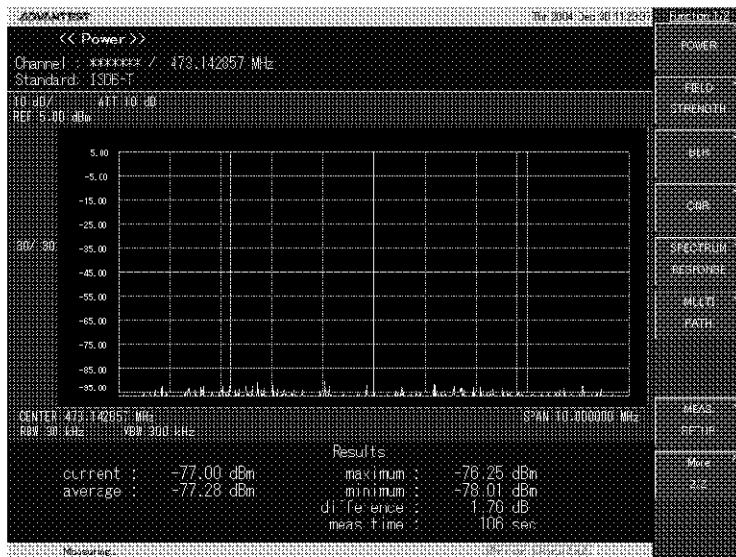

図3-10 初期設定画面
5. 自己診断で、本器に異常がなければ図3-10に示す初期画面が表示されます。初期画面表示は、前回電源を切るときの設定状態により図3-10と異なります。